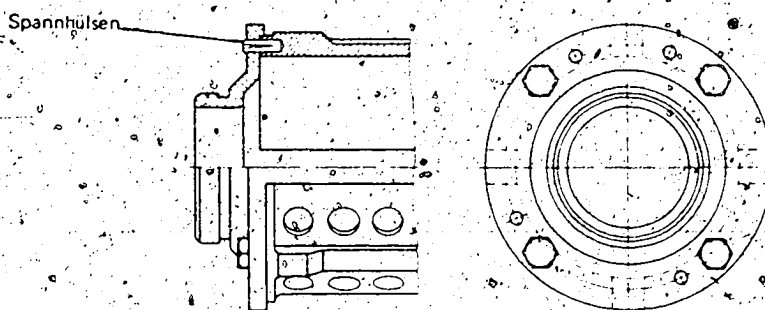

Bild 3
- 5.1 Als Abhilfe wird ab August 1974 (FD 428) eine zusätzliche Verstiftung mit 4 Spannhülsen 2 917 760 095 bei gleichzeitiger Verwendung von vier, um 4 mm verlängerten Befestigungsschrauben 2 911 071 158 eingeführt. (Bild 3)